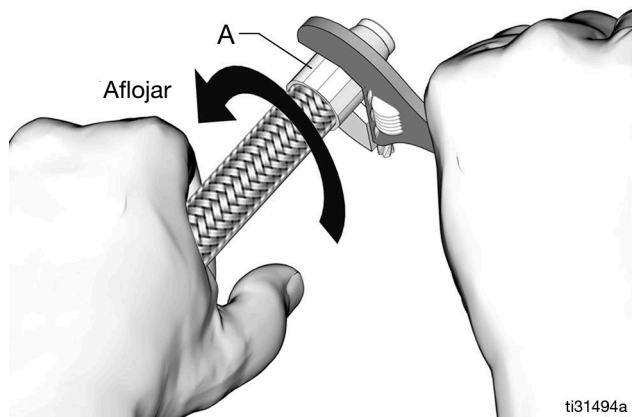

FIG. 66
5. Use una llave para terminar de apretar el casquillo (a), hasta que toque fondo. Afloje después entre 1/4 y 1/2 vuelta (Fig. 66).